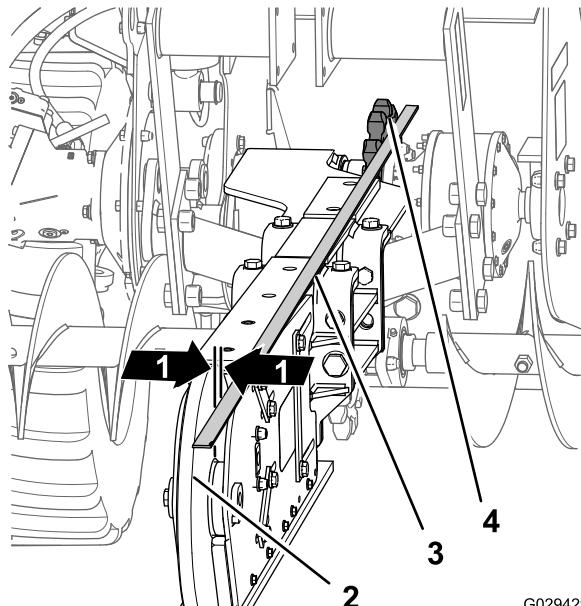
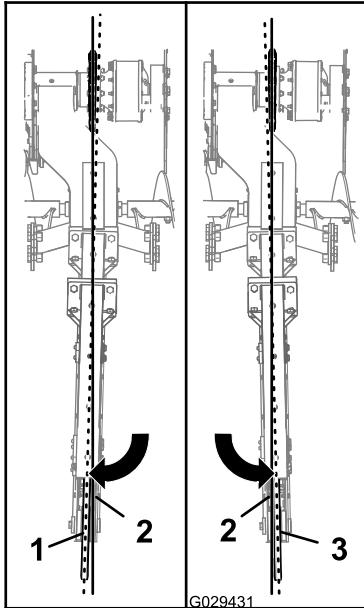

Figure 8
Figure 9
1. Placez une règle contre le pignon d'entraînement de la chaîne d'excavation et en travers du galet d'extrémité (Figure 8).
2. Contrôlez l'alignement de l'extension et de l'élinde comme montré à la Figure 8 et notez les mesures sur la **Feuille de calcul d'alignement** ci-après :
travers de la face droite du pignon d'entraînement et mesurez l'espace (dimension A) entre la règle et le galet d'extrémité (Figure 8 et Figure 9).
- **Élinde déportée à droite :** Si l'élinde est alignée sur la droite de l'axe du pignon, placez une règle en travers de la face gauche du pignon d'entraînement et mesurez l'espace (dimension A) entre la règle et le galet d'extrémité (Figure 8 et Figure 9).
- Placez une règle contre le pignon d'entraînement de la chaîne d'excavation et en travers du galet d'extrémité; voir Figure 8 dans Alignement de l'élinde sur le support de fixation et de l'extension \(page 5\).
- Contrôlez l'alignement de l'extension et de l'élinde comme montré à la Figure 8 de Alignement de l'élinde sur le support de fixation et de l'extension \(page 5\) et notez les mesures sur la Feuille de calcul d'alignement ci-après :
- Élinde déportée à gauche :** si l'élinde est alignée sur la gauche de l'axe du pignon, placez une règle en travers de la face droite du pignon d'entraînement et mesurez l'espace (dimension A) entre la règle et le galet d'extrémité; voir Figure 8 et Figure 9 dans Alignement de l'élinde sur le support de fixation et de l'extension \(page 5\).
- Élinde déportée à droite :** si l'élinde est alignée sur la droite de l'axe du pignon, placez une règle en travers de la face droite du pignon d'entraînement et mesurez l'espace (dimension A) entre la règle et le galet d'extrémité; voir Figure 8 et Figure 9 dans Alignement de l'élinde sur le support de fixation et de l'extension \(page 5\).